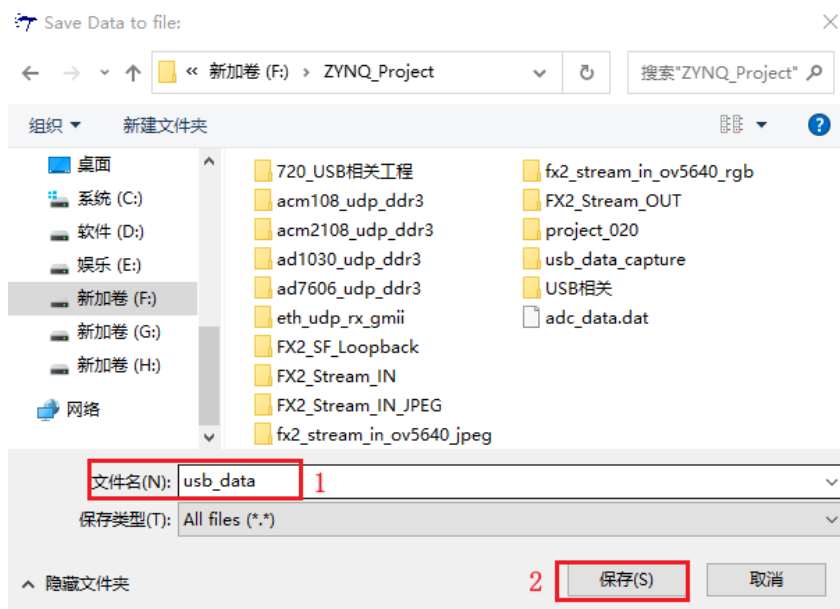

图 1-19 设置文件名称
8. 在弹出的文件保存界面中，读者需要设置文件保存的路径并给文件命名，比如我们这里保存在 F 盘并给文件命名为“usb_data”，然后点击保存。如下图 1-19 所示。